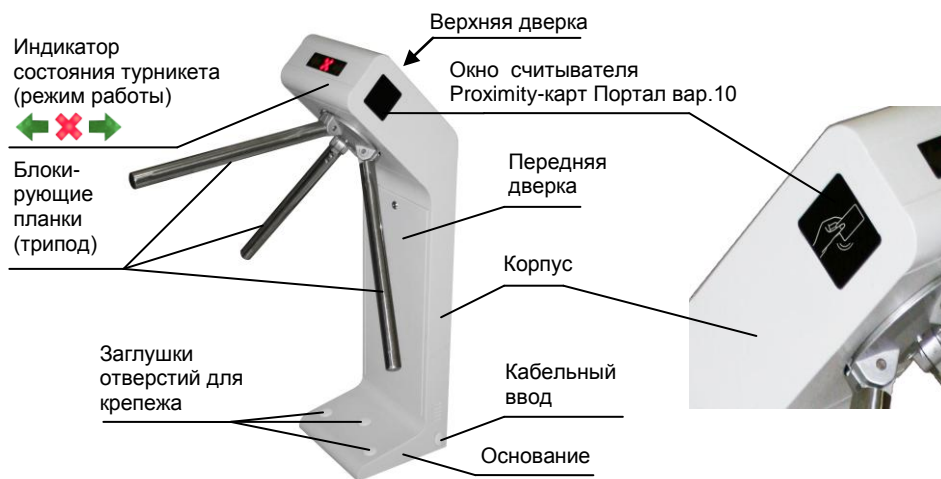

Рис.1 Общий вид турникета
В составе турникета установлены два бесконтактных считывателя «Портал» вариант 10 для обеспечения прохода в обоих направлениях (вход/выход). Считывание карты подтверждается сигналом зуммера и кратковременной сменой свечения индикатора состояния турникета (с красного крестика на зеленую стрелку) на лицевой стороне устройства (рис.1).
Для ввода/вывода кабелей в основании турникета предусмотрено три отверстия (справа, слева и сзади) с установленными заглушками (рис.1, 5).
- на индикаторе состояния (рис.1) засветится красный крестик, необходимо поднять блокирующую планку (должна зафиксироваться в поднятом состоянии) – турникет находится в режиме «Ожидания»;